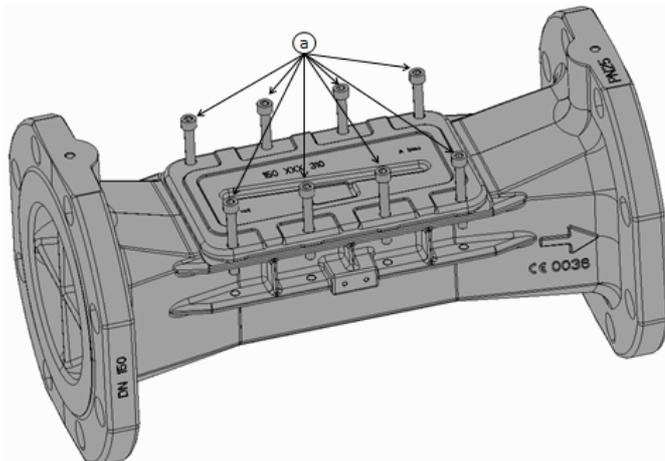

Abb. 6: Schrauben „a“
- Schrauben Sie die 8 Schrauben „a“ (siehe Abb. 6) mit 35 Nm ein.
- Lösen Sie die Schrauben „a“ (siehe Abb. 6).